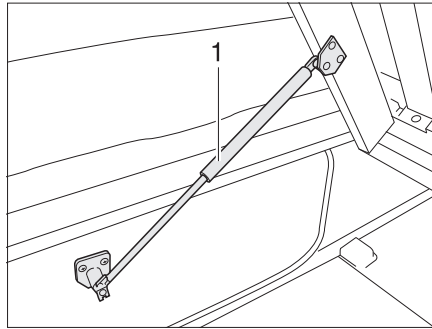

Fig. 171 Letto fisso
- Sollevare il telaio portamaterasso. Le molle a gas (Fig. 171,1) mantengono il telaio portamaterasso in posizione di apertura.